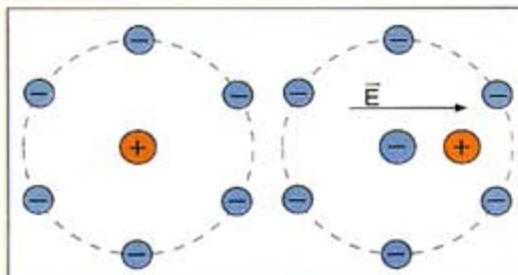

Fig. 1.11. Efecto de dispersión, movimiento y centros de carga.
**2. Efectos de dispersión.** Tienen lugar en todas las moléculas simétricas y gases nobles como consecuencia de un movimiento de electrones, que provoca **movimientos de los centros de las cargas**. Las atracciones interatómicas son débiles pero reales (Fig. 1.11).